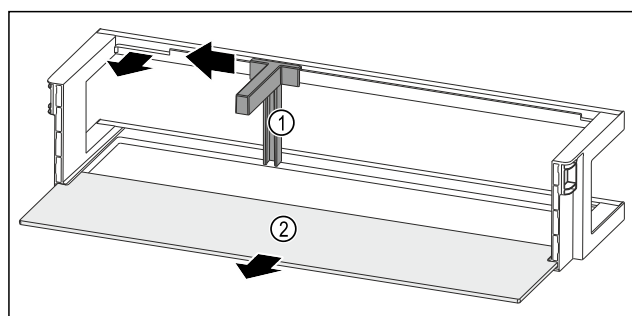

Fig. 153 带瓶托和搁板的门边存放架
- ▶ 将瓶托 Fig. 153 (1) 推至槽边。
- ▶ 取出瓶托 Fig. 153 (1)。
- ▶ 取出搁板 Fig. 153 (2)。